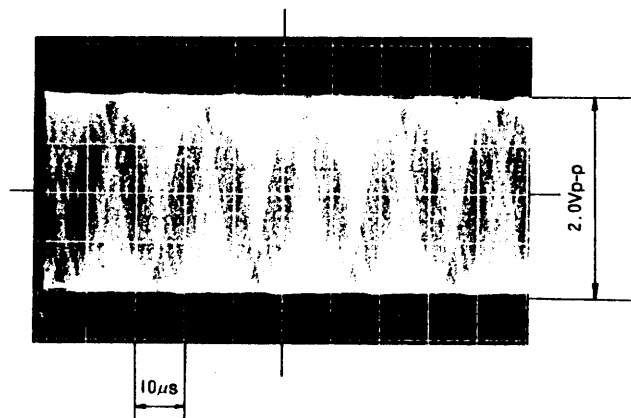

図6-5/ Fig. 6-5
- ⑥ 再度GADJポリュームを調整し、図6-5に示すように正弦波の
is 2Vp-p, as shown in Fig. 6-5.